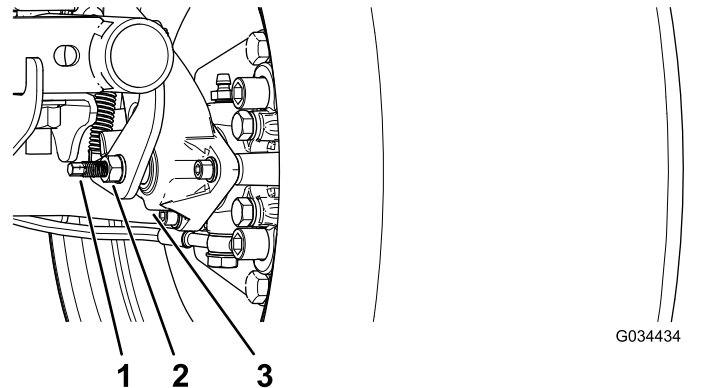

図 50
3. レンチを2本使用し、1本のレンチでキャリパの調整ポストが回らないように保持しながら、もう1本でジャムナットを 1/4 回転ゆるめる 図 50。
4. 調整ポストとジャムナットを保持した状態で、調整ポストを回して締め付ける 図 50。
5. 調整ポストとジャムナットを保持した状態で、1/4 回転だけでもどす 図 50。
6. 調整ポストとジャムナットを保持した状態で、ジャムナットを締め付ける 図 50。